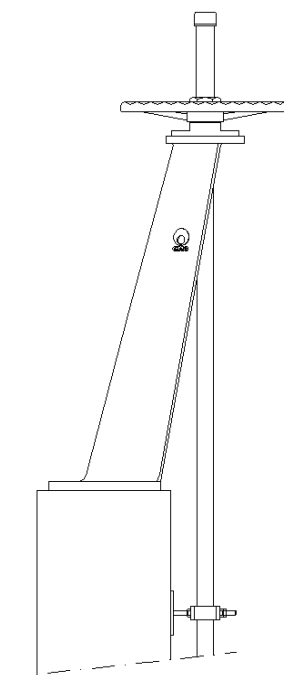

fig. 11
- Colonna inclinata su richiesta (fig. 11).